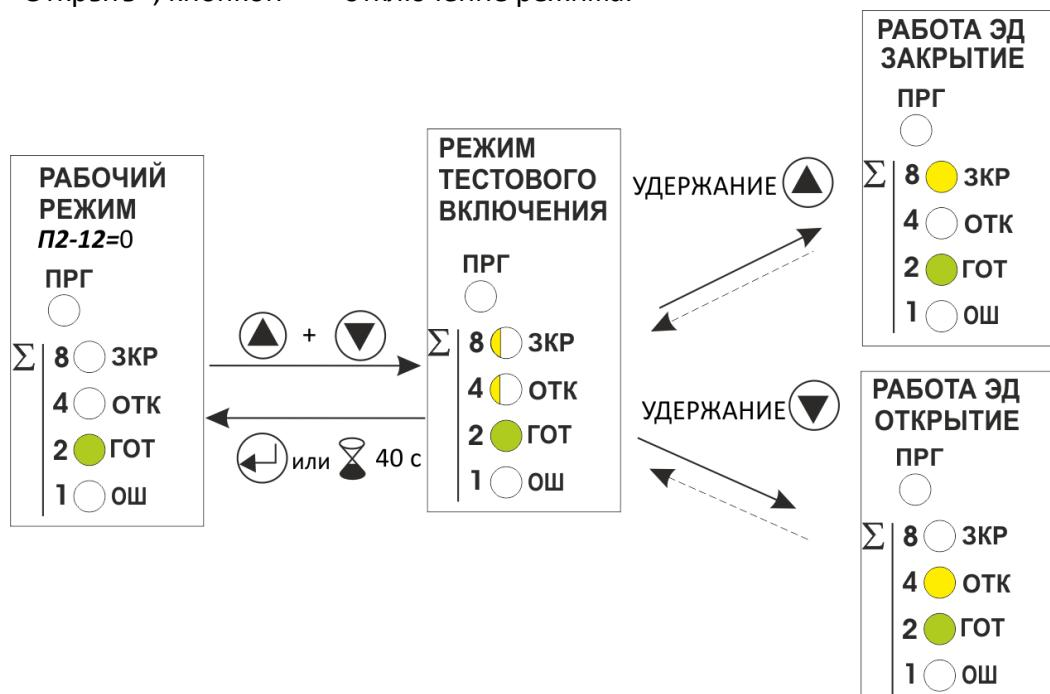

Рисунок 11 - Схема работы режима тестового включения (уставка **П2-12=0**)
1.12.2 Режим тестового включения доступен для включения при значении уставки **П2-12=0** (заводская настройка) и может быть включен по одновременному нажатию кнопок **▲** и **▼** (рис. 11). После этого нажатием **▲** или **▼** осуществляется включение электродвигателя в направлении «Закрыть» или «Открыть», кнопкой **⊕** отключение режима.